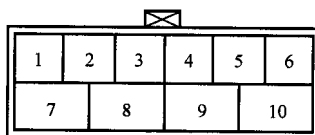

图 1-7 P/N 位置开关连接器端子排列
- (6) P/N 位置开关连接器端子排列及功能 见图 1-7 和表 1-8。